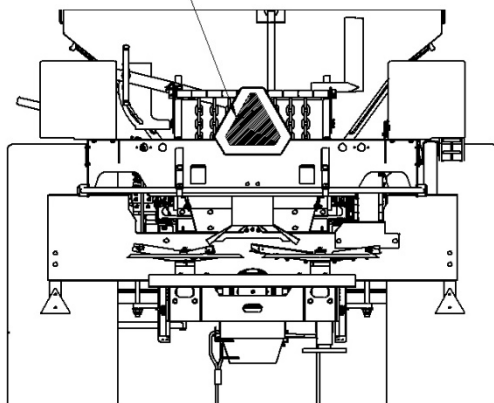

Рисунок 21 – Установка знака «Тихоходное транспортное средство»
4.19 При выезде на дороги общего пользования на распределитель должен быть установлен задний опознавательный знак «Тихоходное транспортное средство» (Рисунок 21).